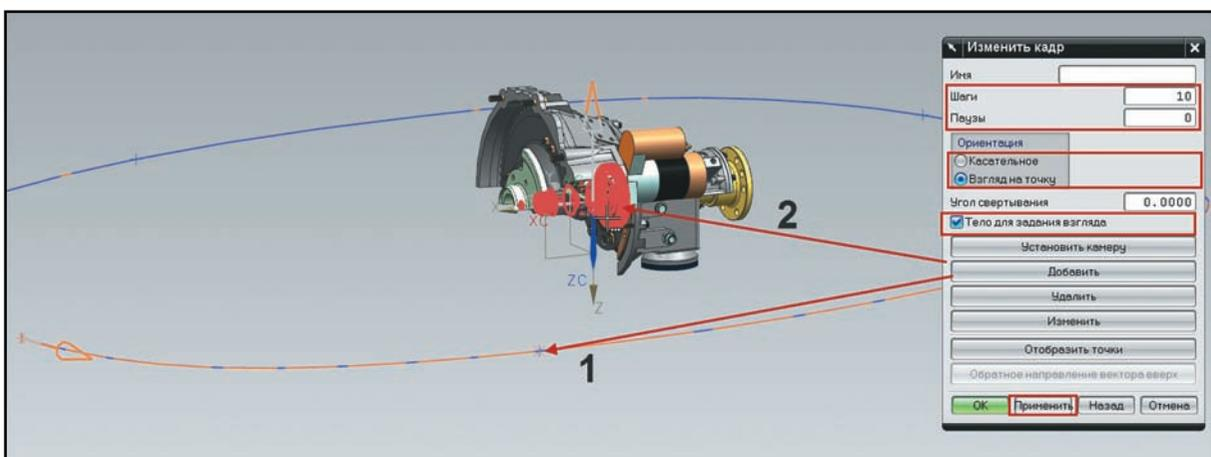

Рисунок 11.35. Задание параметров ключевого кадра
- В диалоге задания кадров выберите значение опции **Ориентация** равным **Взгляд на точку**, включите опцию **Тело для задания взгляда** и, нажав кнопку **Добавить**, укажите вторую точку (первая точка автоматом была связана с нулевым кадром). Обратите внимание, что при выборе точки не подсвечиваются, поэтому надо просто навести перекрестье курсора на точку и щелкнуть левой кнопкой мыши. Затем сразу же укажите курсором мыши на тело, которое должно быть в фокусе камеры, и ещё раз щёлкните левой кнопкой мыши. Текущий фокус камеры будет временно изменен, чтобы отобразить, как будет выглядеть выбранный объект в анимации (рис. 11.35).